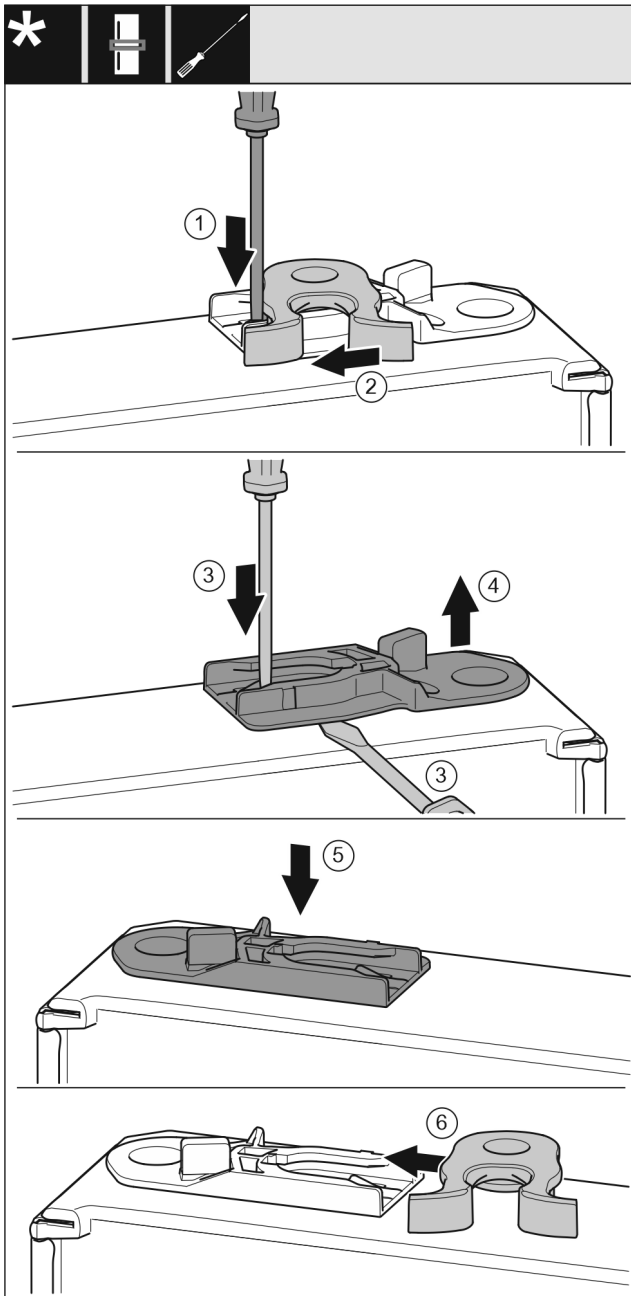

Fig. 18
- ▶ С плоска отвертка натиснете езичето надолу. Fig. 18 (1)
- ▶ Извадете затварящата кука от водача. Fig. 18 (2)
- ▶ Изваждане на направляващата втулка: С плоска отвертка натиснете езичето и едновременно с това вкарайте плоска отвертка под направляващата втулка. Fig. 18 (3, 4)
- ▶ Вкарайте приложената към доставката направляваща втулка от другата страна на корпуса. Fig. 18 (5)
- ▶ Вкарайте затварящата кука във водача. Fig. 18 (6)